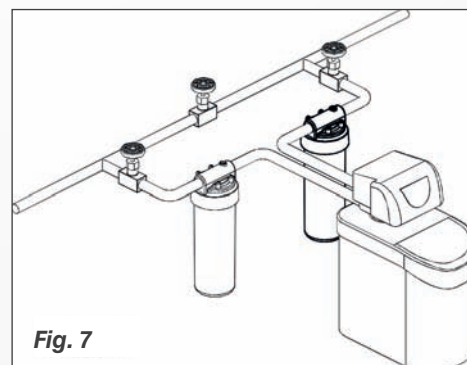

Fig. 7
5. Instalar el filtro de siliphos en la salida del descalcificador para reducir los posibles daños por corrosión en la instalación. (Fig. 7)